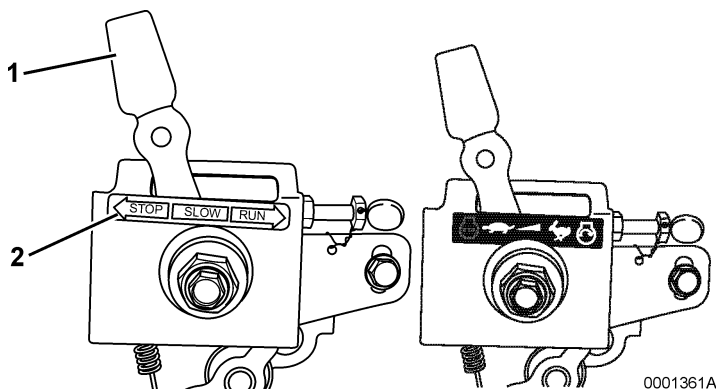

Рисунок 19
1. Если используемый регулятор оборотов двигателя аналогичен регулятору, изображенному на **Рисунке 19**, перевести рычаг регулятора оборотов двигателя (**позиция 1, Рисунок 19**) в положение STOP (ОСТАНОВ) (**позиция 2, Рисунок 19**).